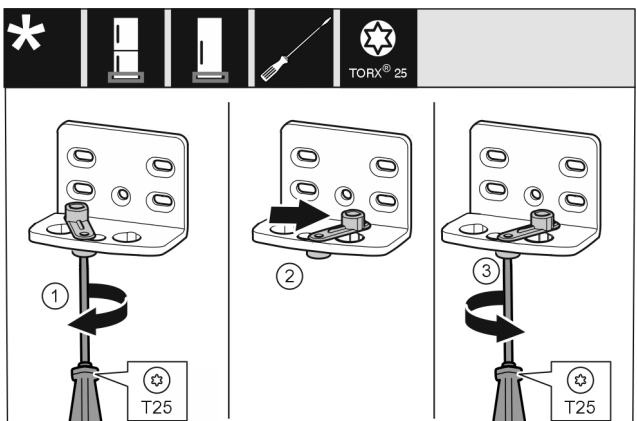

Fig. 17 \*
- ▶ Atlaisvinkite varžtą Fig. 17 (1) atsuktuvu.\*
- ▶ Pakelkite pagalbinį durų uždarymo įtaisą Fig. 17 (2) ir 90° kampu pasukite į dešinę kiaurymėje.\*
- ▶ Tvirtai prisukite varžtą Fig. 17 (3) atsuktuvu.\*